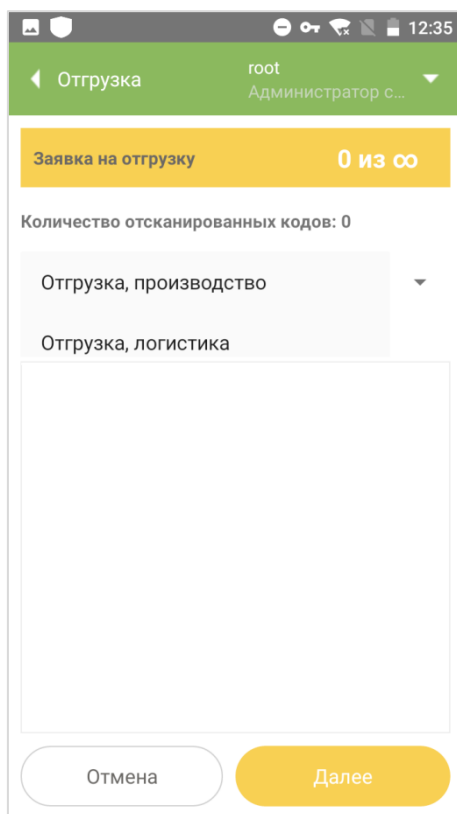

Рисунок 8.3
3. При необходимости выбрать из выпадающего списка вариант отгрузки (Рисунок 8.3):
- 2.1. При необходимости выбрать из выпадающего списка вариант отгрузки (аналогично Рисунок 8.3):
- 3.2. При необходимости выбрать из выпадающего списка вариант отгрузки (аналогично Рисунок 8.3):